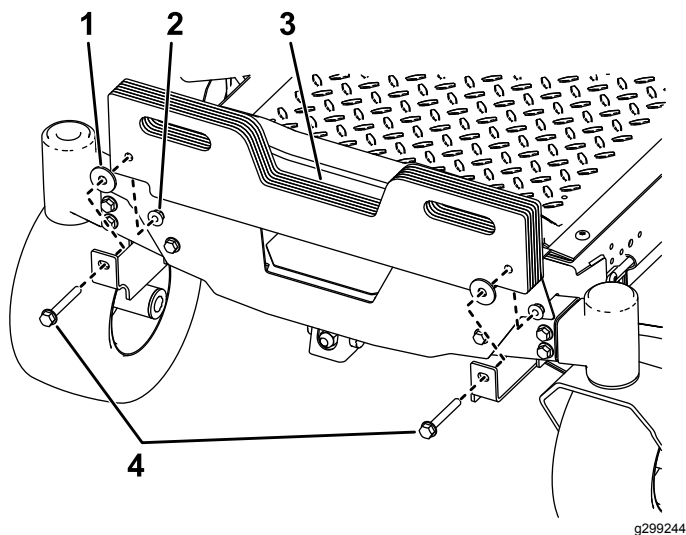

Figura 4
2. Montate le zavorre a valigia sulle relative staffe di montaggio con 2 bulloni ($\frac{5}{8}$ " x $2\frac{3}{4}$ "), 2 rondelle e 2 dadi di bloccaggio ($\frac{3}{8}$ "), come illustrato nella Figura 4.